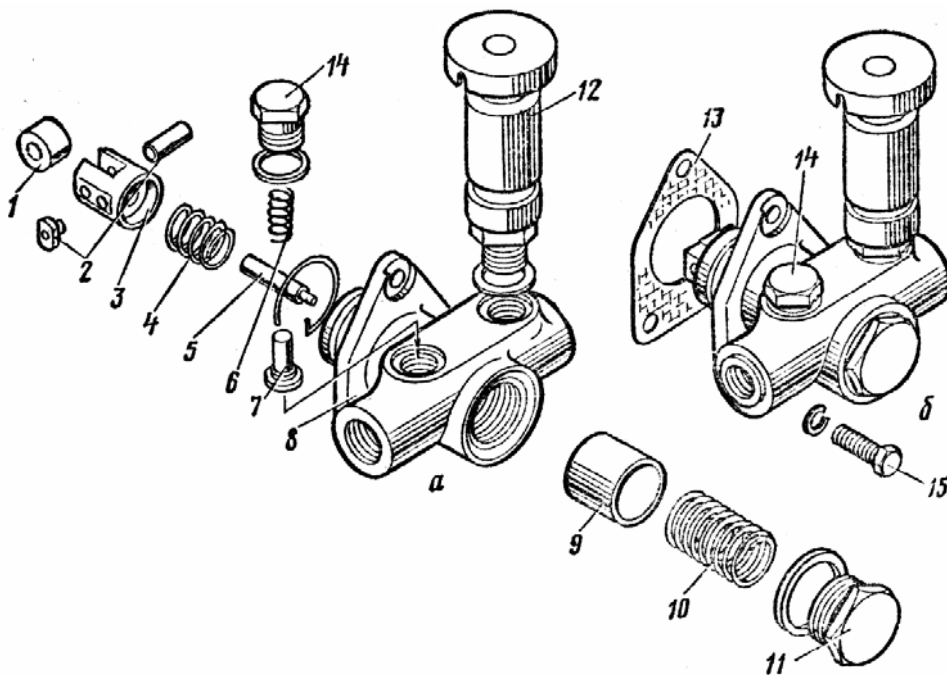

Рис. 4.2. Подкачивающий насос (помпа):
7. Рассмотрите подкачивающие насосы (помпы). Изучите работу помпы. Уясните (рис. 4.2), когда открываются и закрыва-